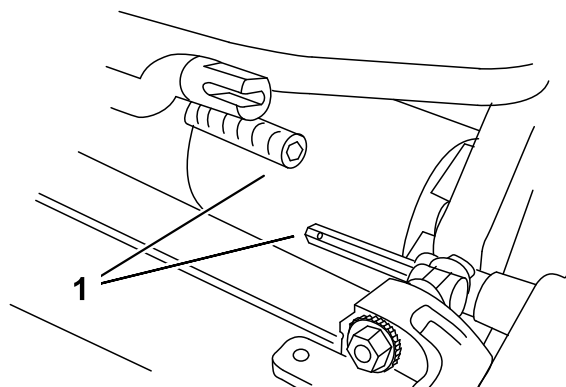

Figura 5
3. Empuje la unidad de corte por debajo de la unidad de tracción, y luego a la izquierda, para conectar el acoplamiento de la transmisión (Figura 5).